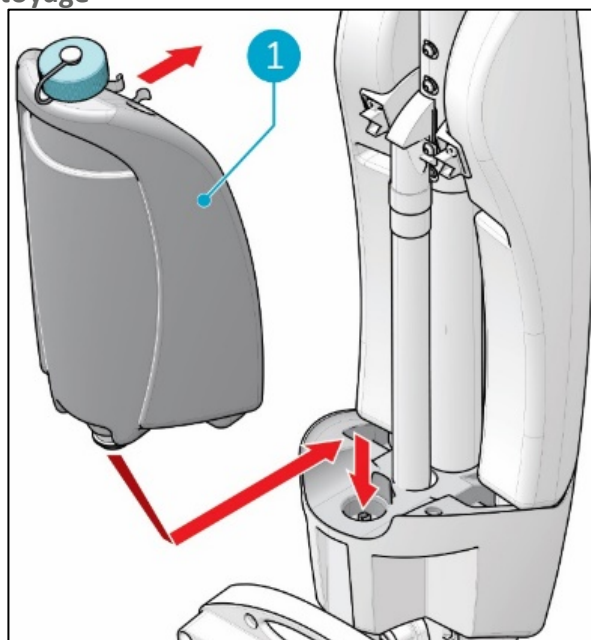

Figure 12
1. Placez le réservoir (Figure 12, pos 1) sur l'i-mop® XL pro avec la valve en premier.